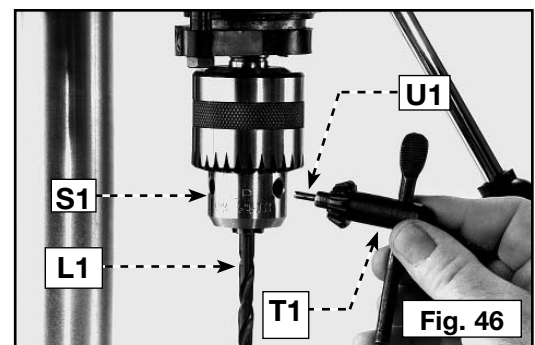

Fig. 46
1. Insérez à fond la partie lisse de la mèche (L1), fig. 46, dans le mandrin (S1), puis ressortez la mèche de 1/16 po (1.6 mm) (ou jusqu'au début des cannelures pour les petites mèches).
2. Centrez la mèche (L1), fig. 46, dans le mandrin (S1) avant de resserrer le mandrin avec la clé (T1).
3. Tournez la clé de mandrin (T1), fig. 46, vers la droite pour resserrer et vers la gauche pour desserrer les mâchoires du mandrin.
5. Retirez la clé de mandrin (T1), fig. 46, de celui-ci avant de démarrer la perceuse à colonne. La clé de mandrin est équipée d'une goupille auto-éjectante (U1) qui permet de minimiser les risques d'oublier la clé dans le mandrin.